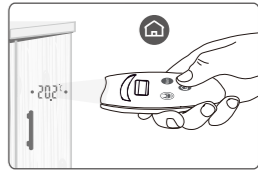

図4
- [ホーム]ボタンLEDが点滅している約10秒以内に室内温度と同じ均一温度で汚れのない物の床から約80～150cmの場所に本器を向け、[ホーム]ボタンを押し続けると2個の点(測定距離確認ポインタ)と温度が投射されます。(図4参照)